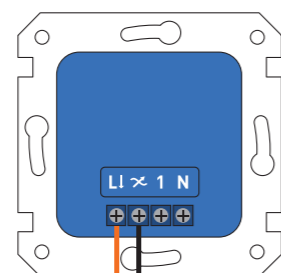

Afbeelding B1
- Strip de draden voldoende (ca. 5 mm) en steek deze in de juiste aansluitklemmen van de dimmer (afbeelding B1 / B2).
- Sluit de dimmer aan volgens de tekening; in het geval van alleen één dimmer, afbeelding B1 / C toepassen. In geval van een 'wisselschakeling' (dimmer i.c.m schakelaar) tekening B2 / D (of E) toepassen, afhankelijk van waar de dimmer geplaatst wordt.
- Monteer het raam, het afdekplaatje (moer (2) goed vast aandraaien!) en de draaiknop. Afhangend van het type plaatje, eerst de asadapter (3) op de dimmerknop plaatsen en vervolgens de draaiknop.
- Draai de dimmerknop (1) voor de gewenste dimstand en druk deze (kort) in om de dimmer uit- en aan te schakelen.
- Stel met de dimmerknop (1) de minimale en maximale lichtsterkte van de lichtbron in (zie instellen, 3 & 4).